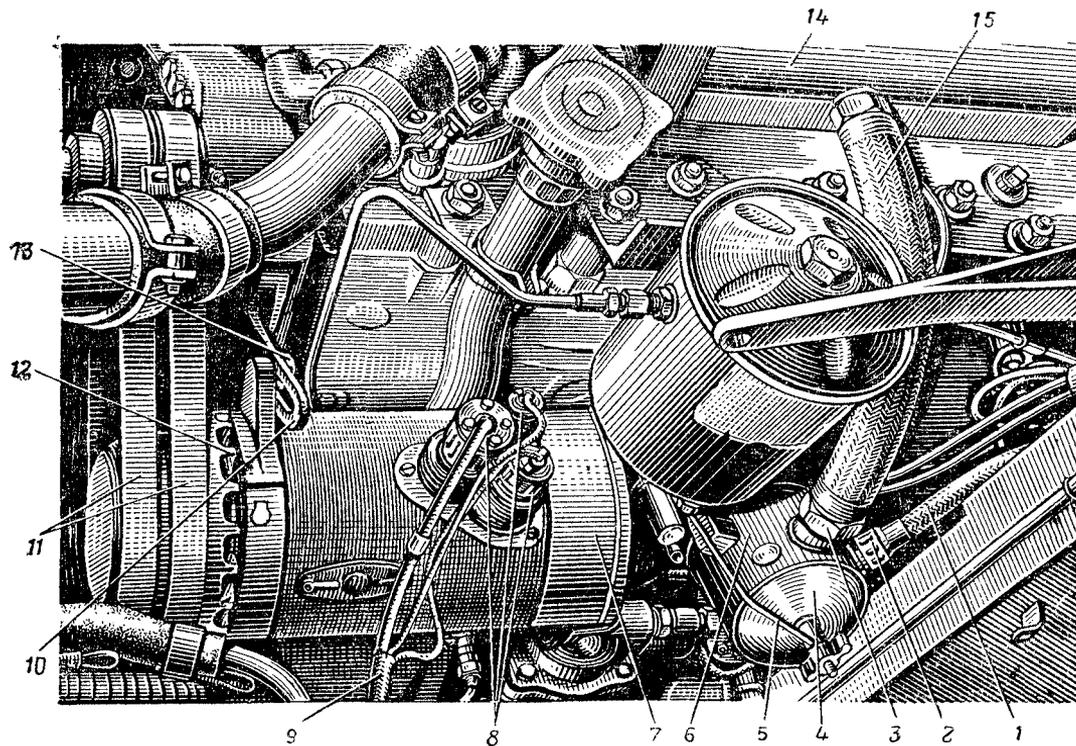

Рис. 72. Установка генератора и распределителя.
2. Расшплинтовать, отвернуть накидные гайки 8 (рис. 72) проводов 9 и вынуть вилки проводов из гнезд штепсельных разъемов.
2. Установить генератор 7 (рис. 72) в сборе с кронштейном на блок цилиндров двигателя и закрепить болтами с пружинными шайбами.
7. Зашплинтовать накидные гайки 8 (рис. 72) проволокой.
2. Откинуть скобу 5 (рис. 72) и снять крышку 4 экрана распределителя.
1. Снять крышку 14 (рис. 72) кожуха экранировки свечей и отсоединить провод высокого напряжения от свечи первого цилиндра (считая от радиатора).